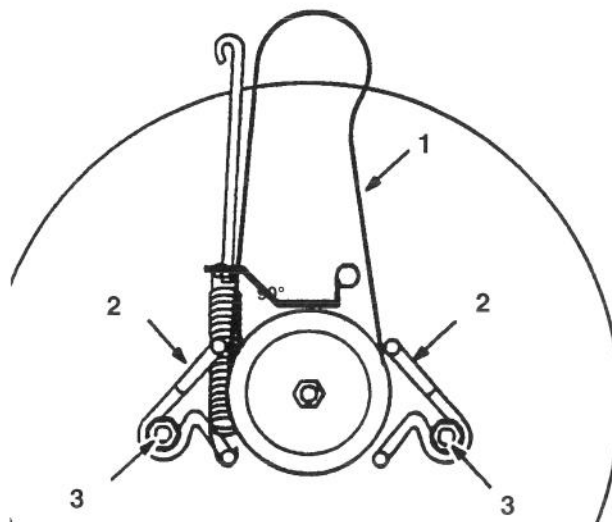

Bild 47
2. Die Befestigungsschrauben der Riemenführung lockern und die Riemenführungen von der Laufscheibe weg bewegen (Bild 47).
3. Schraube und Mutter, mit denen die Mitläuferscheibe und Riemenführungen abgesichert werden, lockern, aber nicht entfernen (Bild 47).